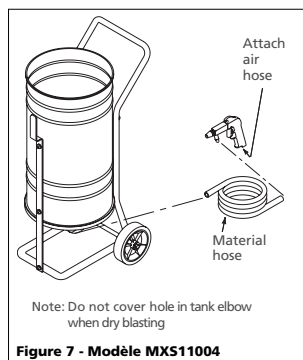

Figure 7 - Modèle MXS11004
1. Fixer le boyau de matériau au connecteur du boyau. Fixer l'extrémité opposée du boyau de matériau au pistolet (voir la figure 7).